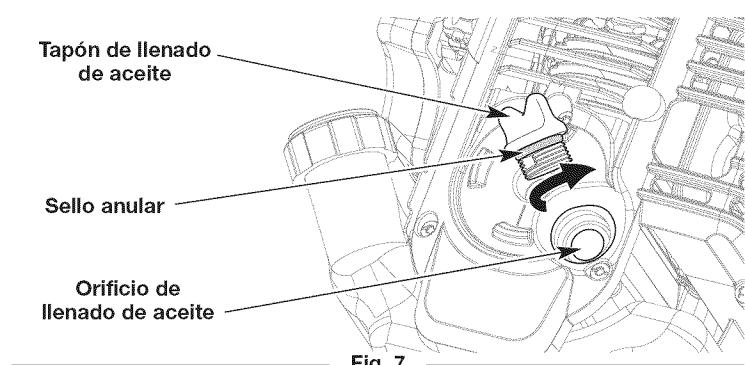

Fig. 7
4. Desenrosque el tapón de llenado de aceite (Fig. 7).
5. Vierta el contenido de la botella completa en el orificio de llenado de aceite (Fig. 7). **NO** rebose el tanque. Consulte la sección *Cómo comprobar el nivel de aceite*.
**NOTA:** Asegúrese de que el sello anular esté colocado en el tapón de llenado de aceite (Fig. 7).